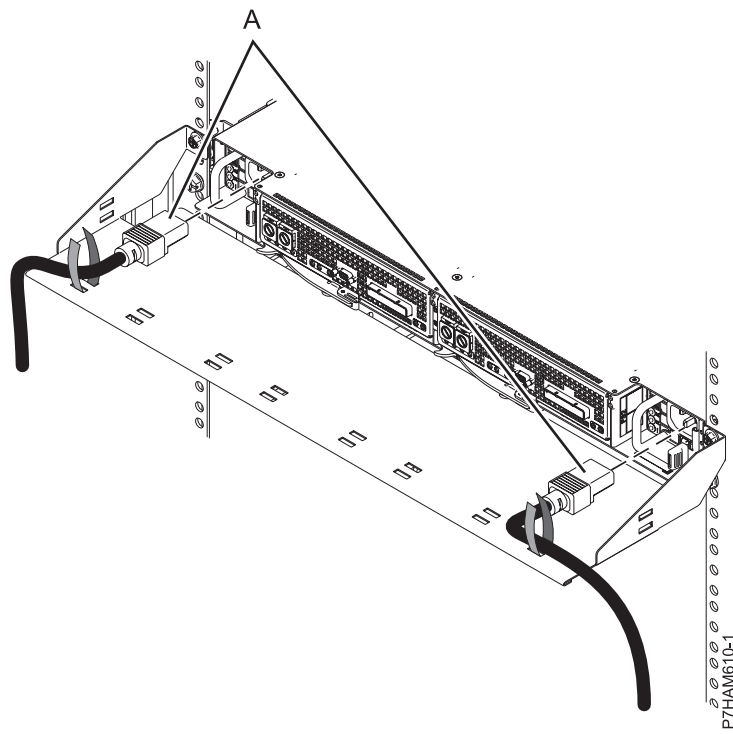

Figure 18. Installation des cordons d'alimentation
- h. A l'arrière de l'armoire, installez les câbles d'alimentation (A), comme illustré à la figure 18. Fixez les cordons d'alimentation au passe-câbles à l'aide de bandes velcro.